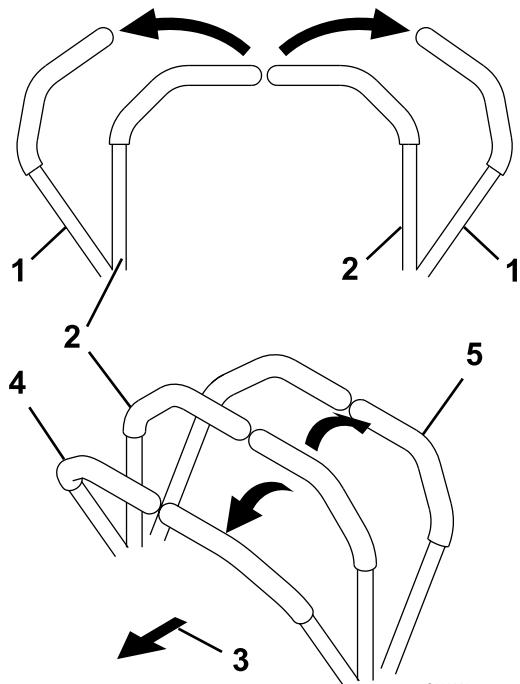

Figure 14
2. Pour vous déplacer en marche avant, poussez doucement les leviers de commande de déplacement vers l'avant (Figure 14).
Pour vous déplacer en ligne droite, appliquez une pression égale sur les deux leviers de déplacement (Figure 14).
Pour tourner, tirez en arrière le levier de commande correspondant à la direction que vous voulez prendre (Figure 14).
2. Pour vous déplacer en marche arrière, tirez doucement les leviers en arrière (Figure 14).
Pour tourner, relâchez le levier de commande correspondant à la direction que vous voulez prendre (Figure 14).